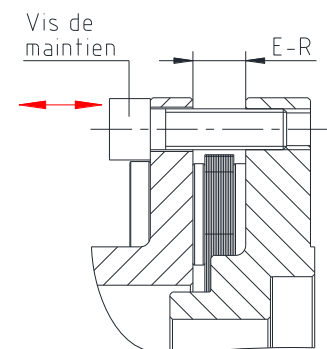

Fig. 10
- Serrer les flasques et l'entretoise complète à l'aide des vis de maintien, au maximum de la valeur R (voir tableau 8) pour chacune (voir fig. 10).
Veillez impérativement vérifier avant la mise en service que les vis de transport (voir figure 8) et les vis de rappel (voir figure 10) ont été retirées.